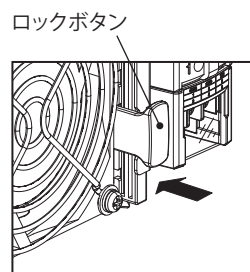

図4
5. ロックボタンをカチッと音がするまで押し、スライドを固定してください。(図4)